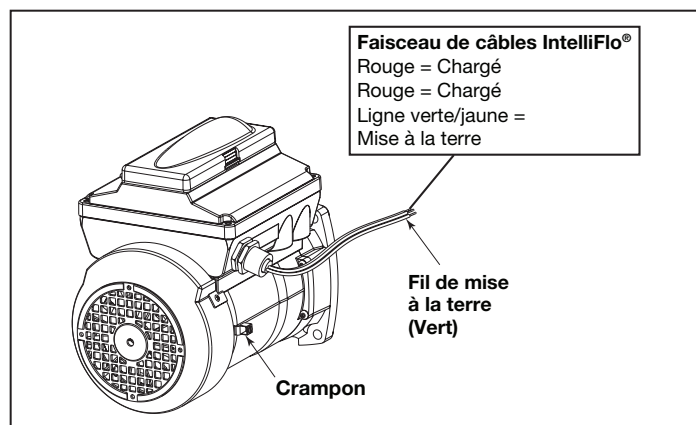

Figure 11. Mise à la masse externe Pentair
6. Mettez le moteur à la terre de façon permanente à l'aide du fil vert de mise à la terre, comme indiqué à la figure 11. Utilisez la bonne dimension et le bon type de fil, tel que précisé par le National Electric Code® (NEC®) et le Code canadien de l'électricité (CEC®). Assurez-vous que le fil de mise à la terre est connecté à la masse d'un service électrique.
7. Reliez le moteur à la structure de la piscine conformément au National Electric Code (NEC) et au Code canadien de l'électricité (CEC). Utilisez un conducteur en cuivre massif de calibre 8 AWG ou supérieur (US). Faites passer un fil du crampon externe à la structure de mise à la masse de la piscine, comme indiqué à la figure 11.
8. Connectez les fils rouge et noir de la pompe aux deux connexions côté ligne sur le relais de la pompe de filtration, comme illustré à la Figure 11.